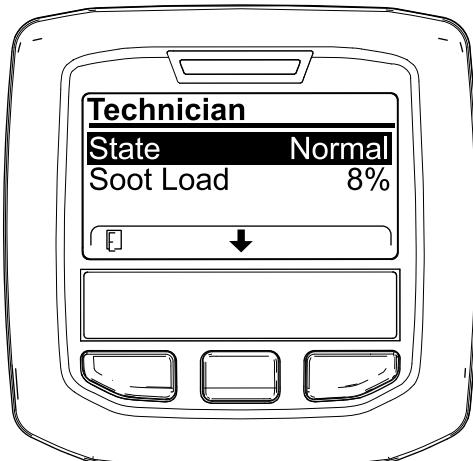

Рисунок 46
- Используйте рабочую таблицу по фильтру DPF, чтобы понять текущее состояние работы DPF (Рисунок 46).